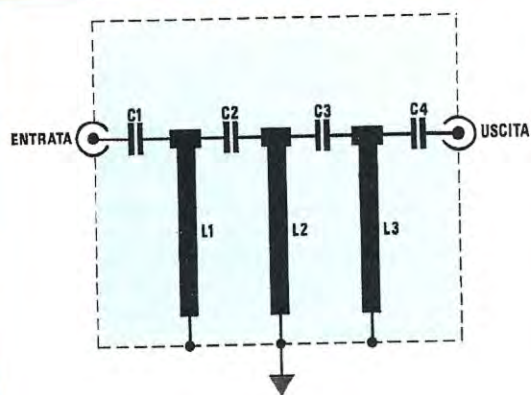

Fig.1 Schema elettrico.
Lo schema elettrico di questo filtro **passa-alto** con una frequenza di taglio sui 170 MHz è molto semplice, perchè, come visibile in fig.1, esso utilizza solo 4 condensatori ceramici da **12 picofarad** e tre **induttanze** (vedi L1-L2-L3) già incise su circuito stampato.
In pratica queste due funzioni si potrebbero ottenere anche con un semplice deviatore (vedi fig.1), infatti rivolgendo il contatto verso il positivo di alimentazione, in uscita avremo un **livello logico 1**, rivolgendolo invece verso il negativo, in uscita avremo un **livello logico 0**.
Guardiamo ora lo schema di fig.1. È facilmente intuibile che per accendere la lampadina dovremo ruotare la levetta del deviatore verso il **positivo**, cioè sul **livello logico 1**.
**Fig.1** Un livello logico "1" significa sempre presenza di una tensione positiva, che può risultare compresa tra i 4-5 volt per gli integrati TTL e di una tensione notevolmente superiore per i soli integrati C/Mos.